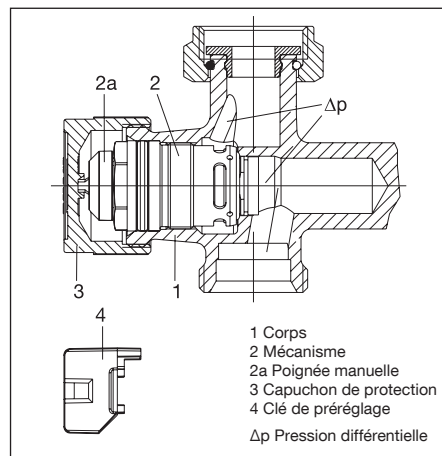

Fig. 5 Configuration du robinet thermostatique
Le débit maximal peut être réglé à l'aide de la clé de préréglage (pos. 4, fig. 5) (voir paragraphe 7.3).
Avec l'appareil de mesure raccordé, la pression différentielle disponible au corps de robinet est mesurée. Pour ce faire, dévisser le mécanisme (pos. 2, fig. 5) à l'aide du «Demo-Bloc» et effectuer une mesure avec la tige pour mesurer la pression différentielle. Dès que la pression différentielle mesurée atteint un niveau supérieur ou égal à la pression différentielle $\Delta p_{\min}$ (voir 4.1), elle est assez élevée pour permettre la régulation automatique du débit par le robinet.
Procéder au préréglage selon la valeur souhaitée à l'aide de la clé de préréglage (pos. 4, fig. 5). Le préréglage ne peut être effectué qu'à l'aide de la clé de préréglage fournie qui est montée sur la poignée manuelle (pos. 2a, fig. 5). Cela évite tout risque de déréglage de la valeur réglée par des personnes non autorisées.